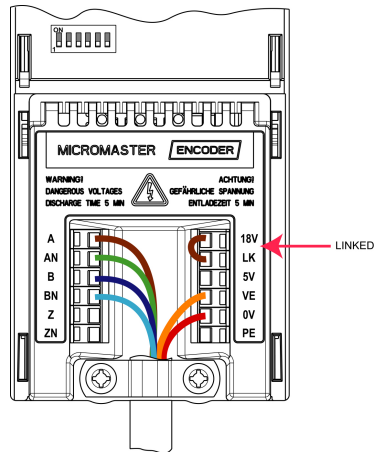

Bild 2-7 HTL-Impulsgeber-Anschluss DC 18 V
1. In folgenden Fällen ist für die einwandfreie Funktion der Impulsgeber-Baugruppe eine externe Stromversorgung erforderlich (siehe Bild 2-7, Seite 10):